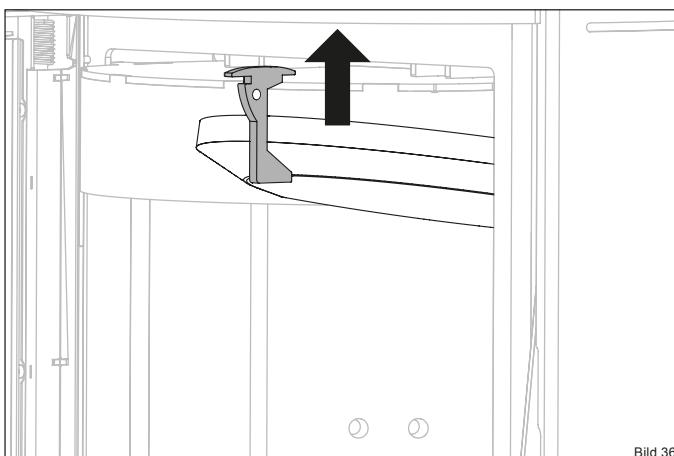

Bild 36
- Schieben Sie den Thermosteinhalter nach oben (Bild 36).